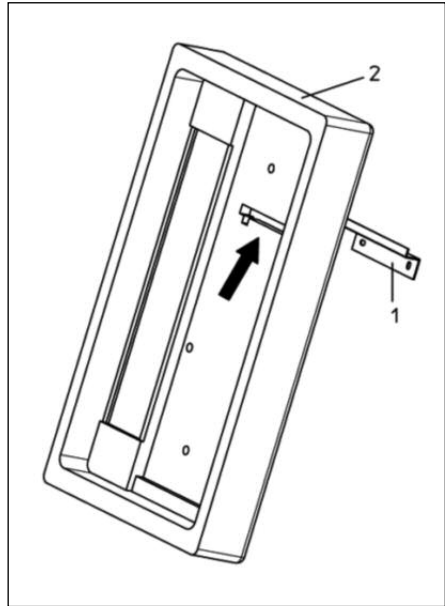

Abb. 11: Unterschale, Wandwinkel
3. Beiliegenden Wandwinkel (1) von hinten in die Unterschale (2) der Isolierung (Pfeil) einsetzen und einrasten.
11. Vier Bohrlöcher (Pfeile Abb. 11) für die Befestigung der Armaturengruppe auswählen und an der Wand markieren.
14. Armaturengruppe (3) in den Wandwinkel einhängen und mit Schrauben M8x100 und den beiliegenden Unterlegscheiben an der Wand montieren.